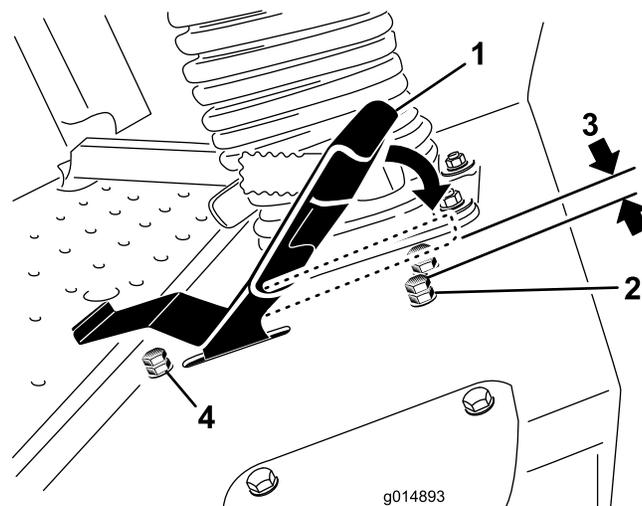

Figura 40
3. Solte a porca de bloqueio no parafuso de bloqueio do pedal de tracção (Figura 40).